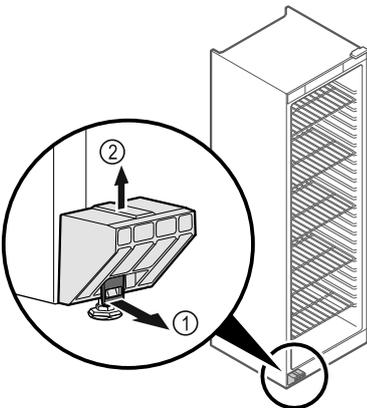

Fig. 1
- Lasche Fig. 1 (1) nach vorne ziehen.
- Transportsicherung Fig. 1 (2) nach oben abziehen.